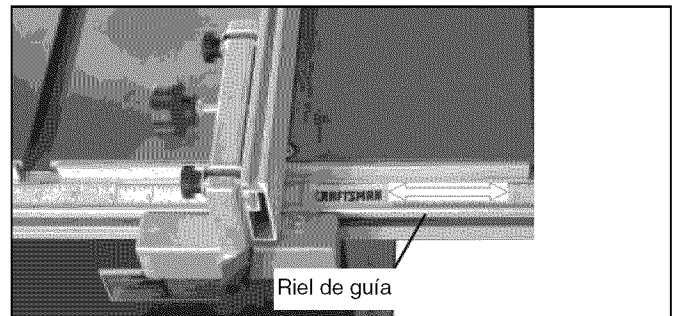

Figura 30 – Escala del Reborde para Aserrar a lo Largo
- Para ajustar la escala del reborde para aserrar a lo largo, afloje los cuatro tornillos de mariposa que están debajo de la mesa y mueva lateralmente la escala y el riel de guía para ajustarlos. Vuelva a apretar los tornillos de mariposa cuando el ajuste esté correcto (véase la Figura 30).